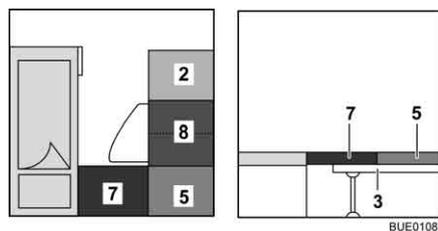

Fig. 83 Dopo la trasformazione
- Posizionare il cuscino aggiuntivo (Fig. 83,8) tra i cuscini del divano.